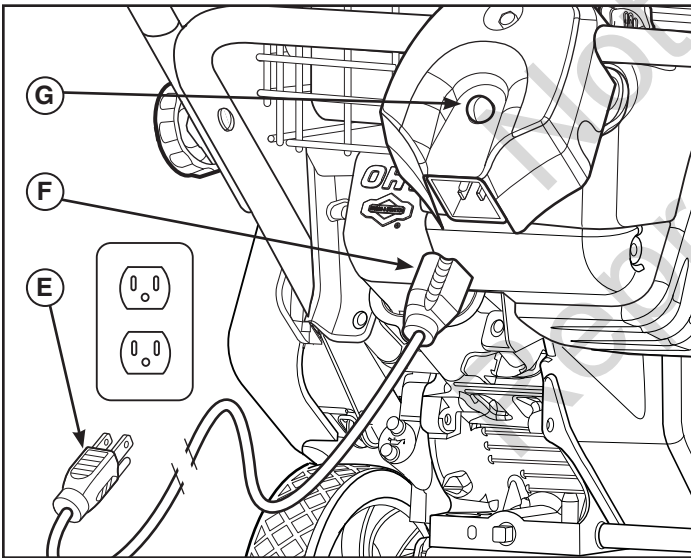

Figure 6
- Démarrage électrique :** Branchez d'abord la rallonge (E, Figure 6) sur la prise du cordon d'alimentation (F) et ensuite sur une prise de courant murale. Si un autre cordon de raccordement est nécessaire, assurez-vous qu'il est trifilaire.
- Démarrage électrique :** Appuyez sur le bouton-poussoir (G) du démarreur. Après avoir démarré le moteur, débranchez d'abord la rallonge de la prise murale, puis de la prise du cordon d'alimentation.